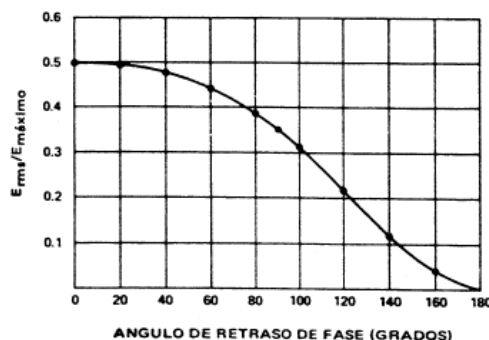

Fig. 4-4
te en la onda completa. Las indicaciones que dan los voltímetros y amperímetros estándar de ca y cd no son directamente utilizables, pues la mayoría de los medidores de ca son instrumentos de detección promedio, calibrados para leer la rms de una onda senoidal más no la de una onda compleja, en tanto que los medidores de cd indican el promedio de la onda. Por otra parte, aunque es posible calcular matemáticamente el valor rms, se requiere un análisis detallado para cada tipo diferente de onda. La Fig. 4-4 muestra una gráfica de la relación de E_{rms}/E_{pico} en función del ángulo de retraso de fase para un circuito de control de fase de media onda del tipo que se utiliza en este experimento. Esta gráfica se determinó matemáticamente y es análoga a diversas gráficas de este tipo que se utilizan para encontrar los valores en una onda compleja. Midiendo $E_{máxima}$ con un osciloscopio y encontrando en la gráfica el valor de la relación, se puede calcular E_{rms} . La potencia verdadera si se conoce el valor de la resistencia de carga, se puede calcular.
- f) Con *R1* fijo al mínimo, el ángulo de retraso de fase debe de ser de cero grados. Véase la Fig. 4-4 y localice la relación $E_{rms}/E_{máximo}$ para un ángulo de retraso de fase de 0 grados.
- j) Ajuste $R1$ a un ángulo de retraso de fase de 90 grados. El ángulo de conducción será de 90 grados, o 2.5 centímetros. Registre el valor máximo del voltaje de la onda del osciloscopio y luego vea la Fig. 4-4 y registre la relación $E_{rms}/E_{máximo}$ para un ángulo de retraso de fase de 90 grados.